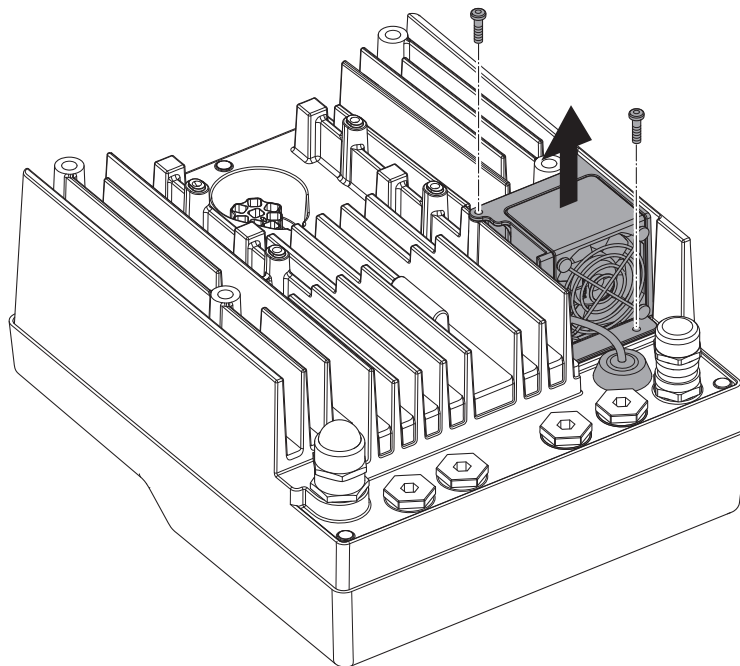

Fig. 47: A modulventilátor szétszerelése
- Lazítsa meg a modulventilátor csavarjait (Fig. 47).